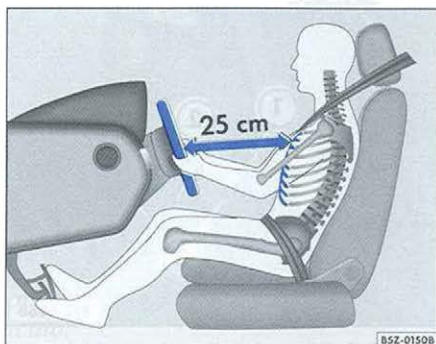

Fig. 104 Detalle: posición correcta del conductor
- Ajuste el volante hasta que alcance la profundidad y la altura deseadas ⇒ fig. 104.
pecho sea como mínimo de 25 cm ⇒ fig. 104. Si esta distancia mínima no es respetada, el sistema de airbag no puede ejercer su función de protección – ¡peligro de muerte!